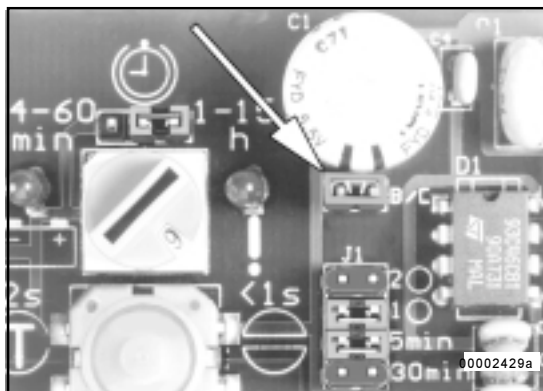

Abb. 5 - Jumper B/D aufgesteckt
- Die Steuerplatte steuert automatisch den Ablauf von Pausen- und Arbeitszeit der Zentralschmierpumpe 203, in Abhängigkeit der Maschinen - bzw. Fahrzeug - Betriebsstunden tB (Abb. 5).